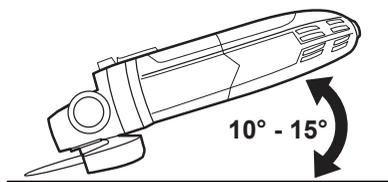

Fig. 18
1. Incline el producto en un ángulo de 10° a 15° para facilitar la manipulación y un amolado suave (Fig. 18).